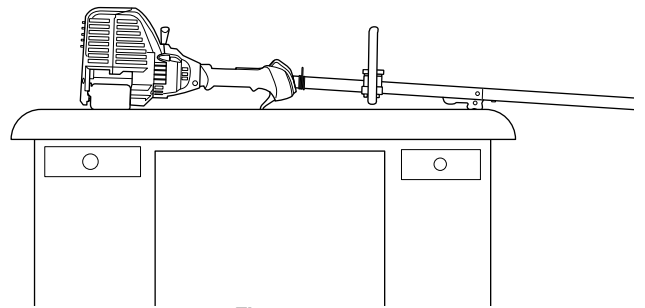

Fig. 11
2. **Réglez l'appareil sur une surface plane**, comme un établi ou une table. Le bouclier de la tête de coupe devrait pendre sur le bord, de sorte que le moteur est de niveau (Fig. 11).